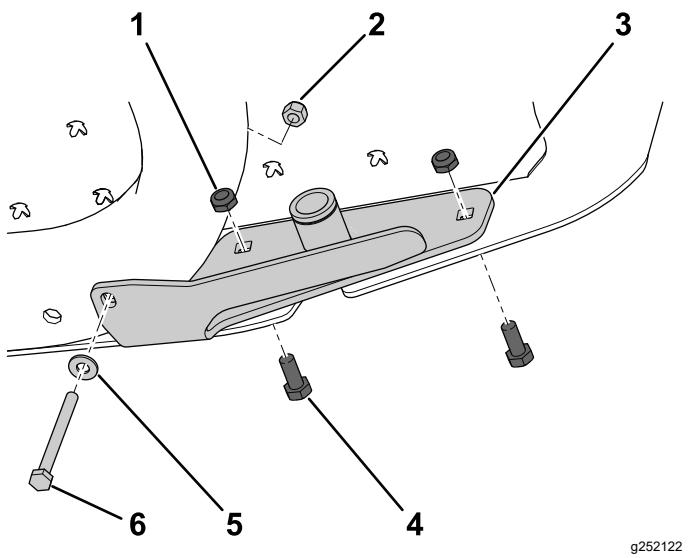

Рисунок 5
2. Прикрепите низ ступицы в сборе к раме машины с помощью болта ($\frac{1}{4} \times 2\frac{3}{4}$ дюйма), шайбы ($\frac{1}{4}$ дюйма) и контргайки ($\frac{1}{4}$ дюйма); см. Рисунок 5.